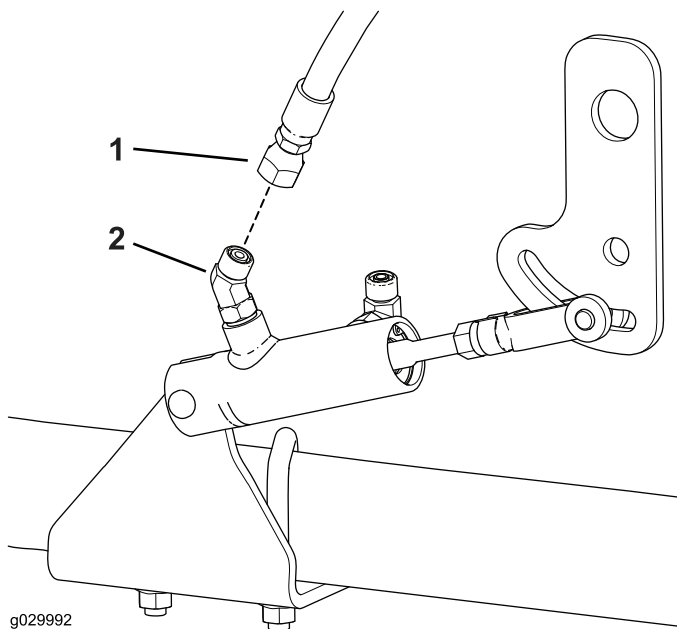

図 14
7. 短い油圧ホースのフィッティングストレートを、油圧シリンダフィッティング45度に接続する 図 14。